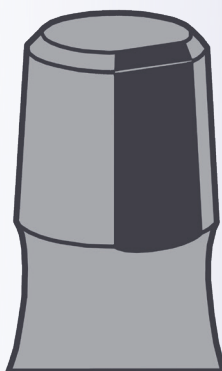

Abb. 1
- unzulässiger Zustand: Konusdeformationen, siehe Abb. 1 bis 3